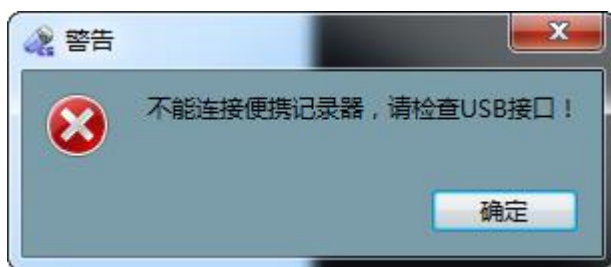

图 4-51 连接错误提示界面
- 以**导出并解析为录像文件**和**快速导出为 RAW 文件**两种方式进行数据导出时，必须将便携记录器与计算机通过 USB 相连，否则点击**开始导出**按钮，会弹出图 4-51 连接错误提示界面。